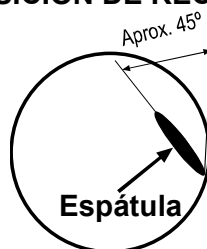

Fig. 2
8. Finalizado el mezclado (unos pocos segundos), recoja la mezcla de alginato depositada sobre la pared interior de la taza, desplazando el canto de la espátula desde el fondo al borde superior de la taza (Fig. 2).